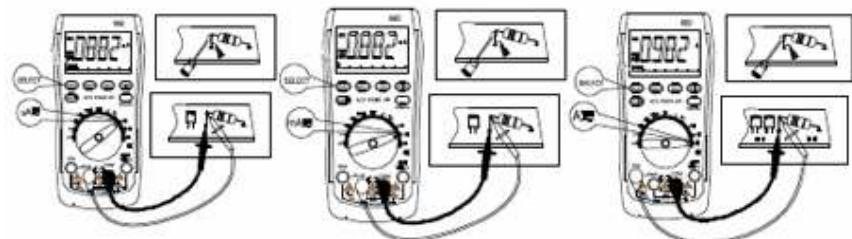

図 10-1
- 1: 黒い測定コードを COM 端子に、赤い測定コードを μA 端子、または 10A 端子に差し込んでください（図 10-1）。